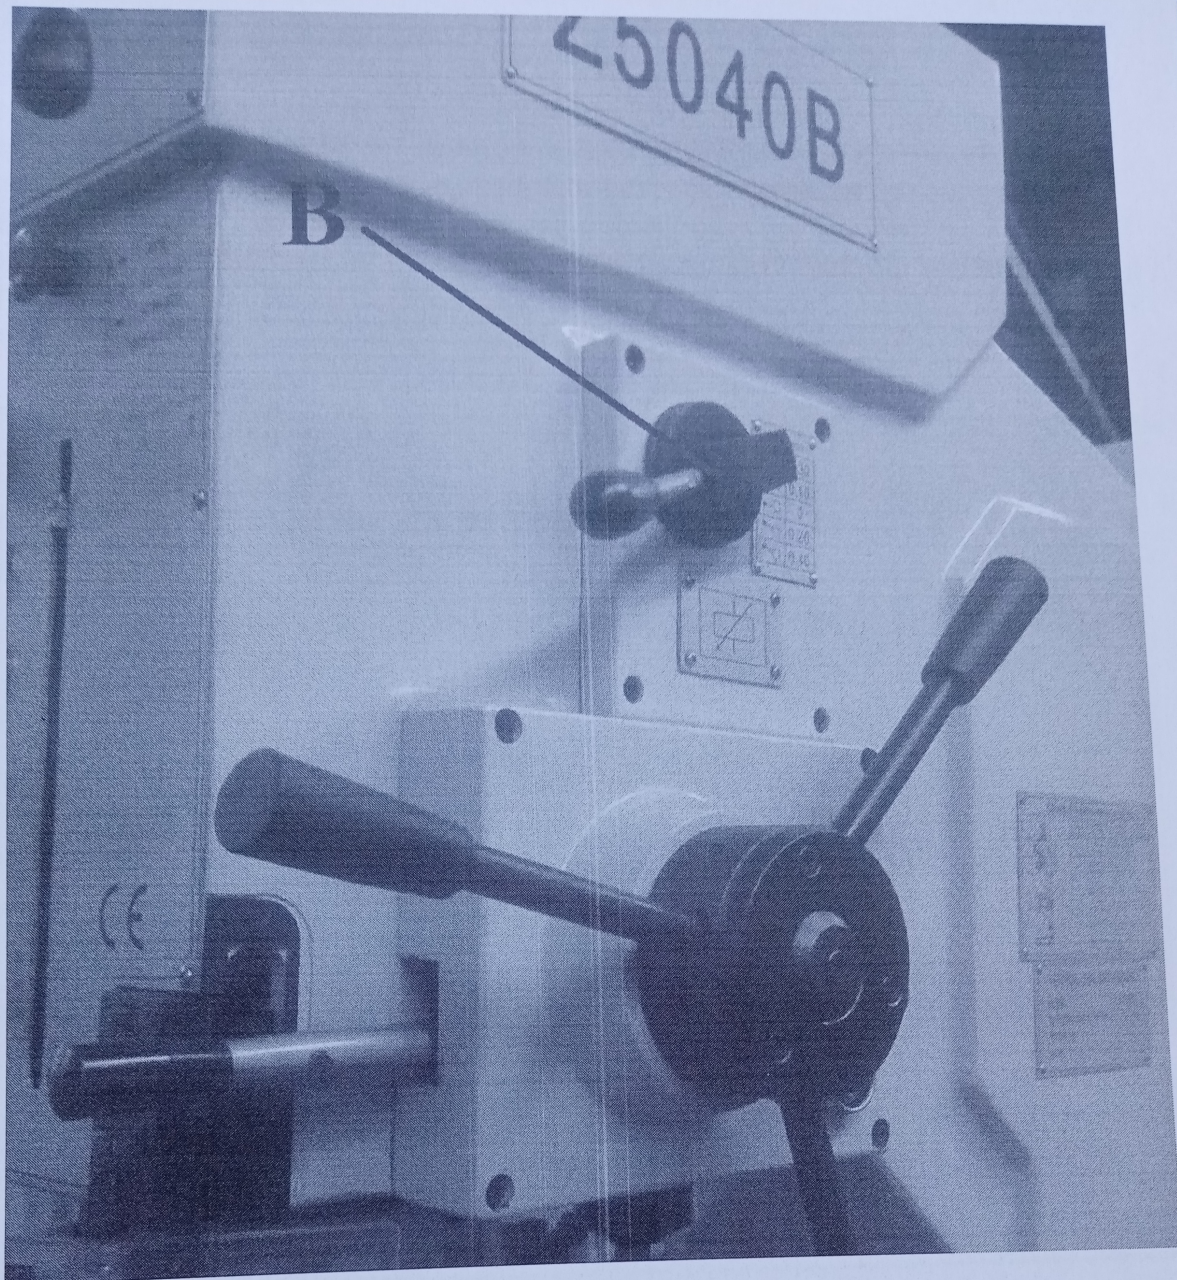

Рис. 6
5.2.2. Переключатель подачи (рис. 6).